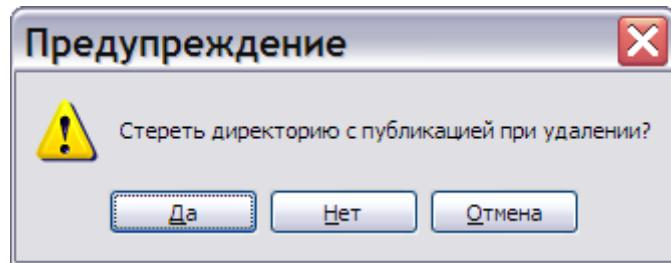

Рис. 215
2. В меню **Публикация** выберите команду **Удалить** (или нажмите клавишу DEL на клавиатуре). После этого откроется окно **Внимание** с вопросом об удалении публикации с диска (Рис. 215).